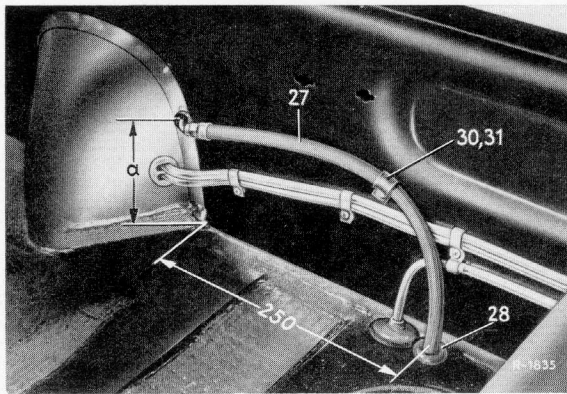

Bild 32-1/3
5. Träger (1) zuerst mit der inneren Sechskantschraube (2) mit Federring (3) anschrauben und Träger etwas nach außen schwenken (Bild 32-1/2). Vorgespannte Ausgleichfeder einsetzen, Träger (1) nach innen schwenken und dann äußere Sechskantschraube (2) mit Federring (3) eindrehen. Anschließend beide Sechskantschrauben mit ca. 12 mkg festziehen. Federspanner lösen und abnehmen, dabei darauf achten, daß die Ausgleichfeder richtig in den Gummiringen (36 und 37) sitzt (Bild 32-1/1). Wagen hinten wieder abbocken.
6. Insgesamt 5 Sechskantschrauben (38) im Flansch des linken Tragrohres heraus-
schrauben (Bild 32-1/1). Träger (4) mit bereits montiertem Luftfederbalg am Flansch des linken Tragrohres mit den Sechskantschrauben (5 und 6) anschrauben und Sechskantschrauben mit ca. 5 mkg anziehen (Bild 32-1/2 und 10).
7. Rohrschellen (22) entsprechend dem Tragrohr-Durchmesser aufbiegen und auf das linke und rechte Tragrohr aufsetzen (Bild 32-1/2 und 10).
8. Strebe links (19) am Träger (4) mit der Sechskantschraube (20) und Federring (21) anschrauben. Dann Strebe am anderen Ende an der Rohrschelle (22) mit den Teilen Pos. 23 und 24 anschrauben (Bild 32-1/2 und 10).
9. Strebe rechts (16) und Kolben (12) am Träger (1) mit den Teilen Pos. 17 und 18 anschrauben; hierbei den Kolben (12) festhalten, damit kein Verdrehen des Gummibalgs eintritt. Dann Strebe am anderen Ende an der Rohrschelle (22) mit den Teilen Pos. 23 und 24 befestigen.
Wichtig! Auf die richtige Montage der Streben (16 und 19) an den Rohrschellen (22) achten! Einzelheiten siehe Bild 32-1/10, Ansicht A.